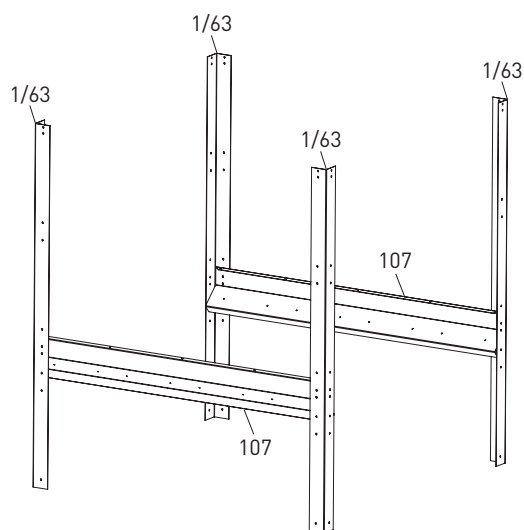

Fig. 6 Profili angolari di supporto con elementi di collegamento
Avvitare 2 elementi di collegamento longitudinali (107). Inserire tutte le viti dall'esterno verso l'interno, avvitare i dadi all'interno e serrarli solamente a mano – Fig. 6.